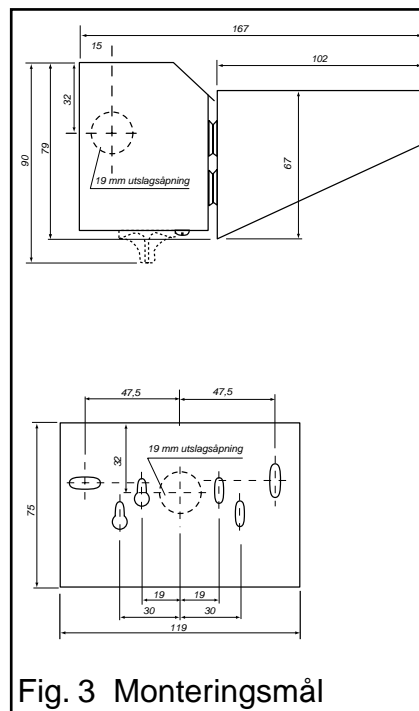

Fig. 3 Monteringsmål
Svekkinger 9 mm for nippel (fig. 3).
2. Lokket monteres på vegg som veggfeste. Tilkoblinger føres inn gjennom egnet utslagsåpning (fig. 3).